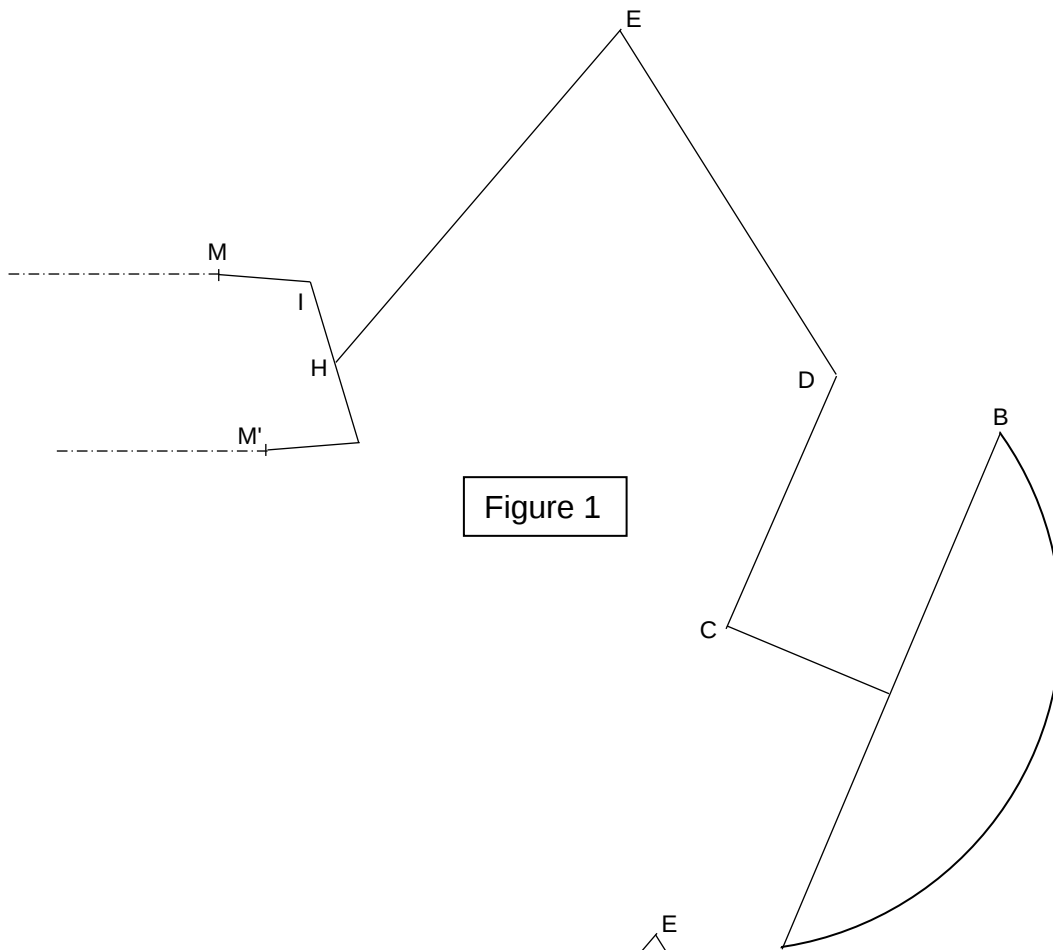

Figure 1
1. Sur l'épure de la figure 1 du document réponse, représenter $\vec{V}(M \in 5/0)$. En déduire $\vec{V}(M \in 4/0)$, $\vec{V}(I \in 3/0)$ et $\vec{V}(E \in 3/0)$. En déduire $\vec{V}(D \in 1/0)$ et $\vec{V}(B \in 1/0)$.